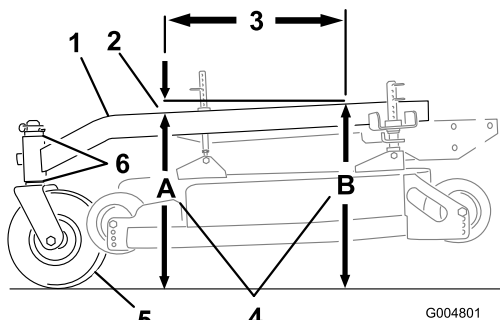

Figura 57
Il telaio portante deve avere un'inclinazione da 3 a 10 mm per la lunghezza di 61 cm sul telaio portante (Figura 57).
1. Misurate la sporgenza di 61 cm sul telaio portante (Figura 57).
2. Misurate l'altezza del telaio portante al punto **A** (Figura 57).
3. Misurate l'altezza del telaio portante al punto **B** (Figura 57).
4. L'altezza al punto **A** deve essere di 3-10 mm inferiore rispetto al punto **B** (Figura 57).
5. Se il telaio portante non è corretto, spostate i distanziali orientabili in modo da ottenere un angolo di inclinazione di 3-10 mm (Figura 57). Spostate i distanziali dall'alto o dal basso per ottenere l'inclinazione corretta.